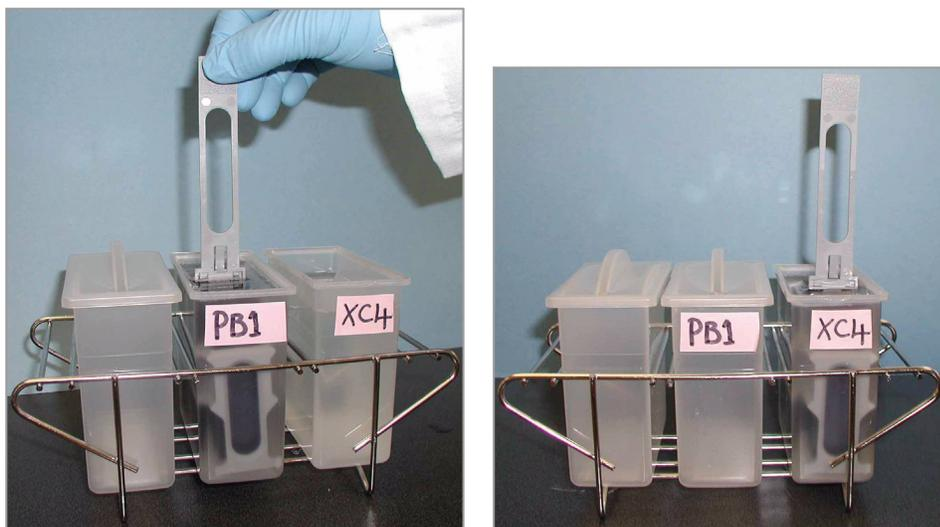

Рис. 194 Перемещение чипов BeadChip из емкости с PB1 в емкость с XC4
13. Извлеките штатив для окрашивания из емкости с реактивом PB1 и поместите его сразу в емкость с реактивом XC4 (Рис. 194). Этикетки со штрихкодами чипов BeadChip должны быть **направлены в противоположную от вас** сторону, а запорные устройства на ручке должны **быть повернуты к вам** для удобства манипуляций и надлежащего покрытия.